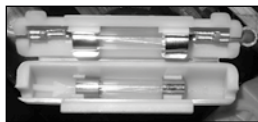

Imagen 25. Fusible.
4. Sustituir el fusible quemado por el de repuesto (ver imagen 25).